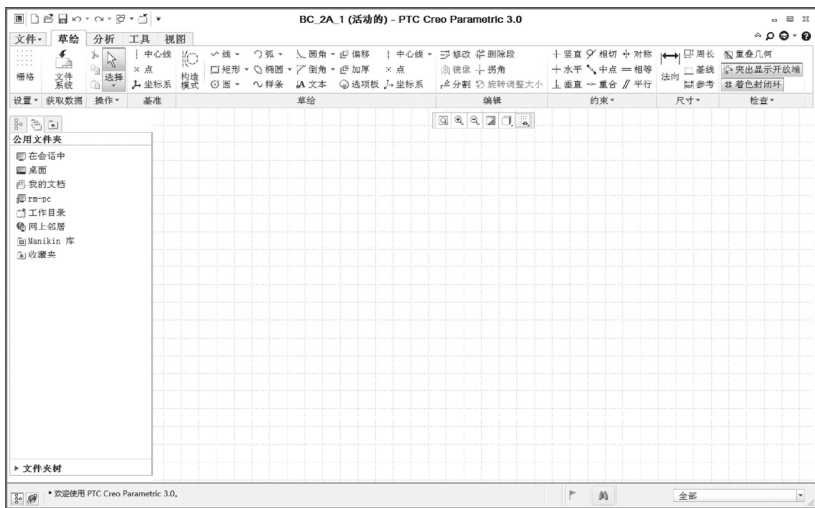

图 2-2 进入草绘模式
3) 在“新建”对话框中单击“确定”按钮，进入草绘模式的界面，如图 2-2 所示。草绘模式界面由标题栏、功能区、绘图区域、状态栏和导航区等几部分组成。